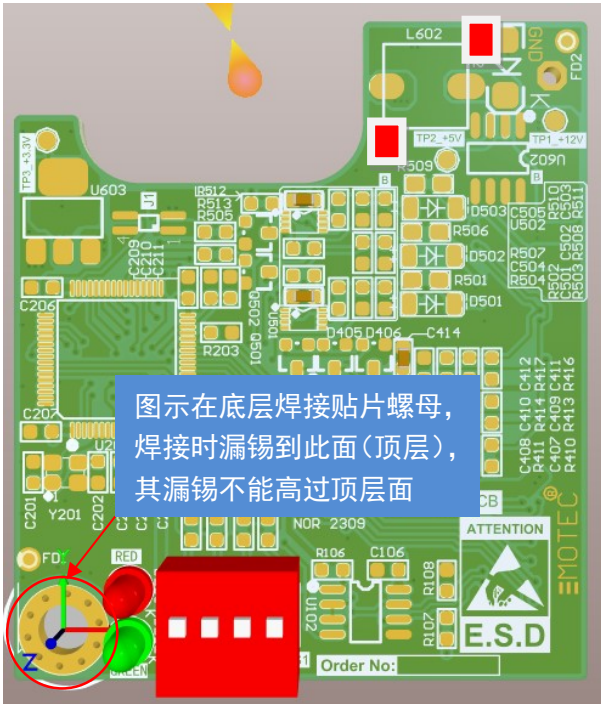

图 1
- B) 所有贴片螺母焊接后，其焊锡不能高出顶层图 1 所示（红色框内）的上表面（该位置为塑壳铜螺母锁定位置，不能有任何焊锡垫高）；